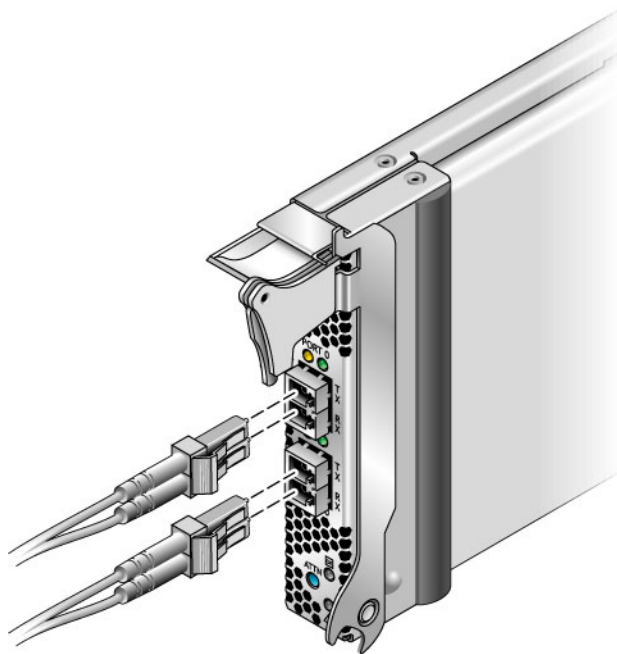

图 2-2 连接光缆
1. 将光纤电缆连接到 HBA 上的 LC 连接器（请参见图 2-2）。